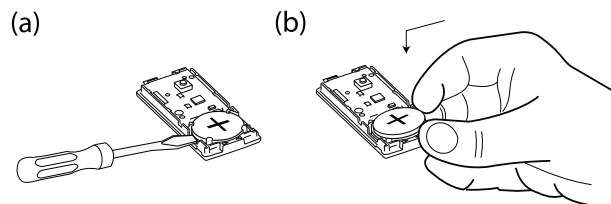

Abbildung 9: Entnehmen und Einlegen der Batterie
2. Einen Schlitzschraubendreher unter die Batterie stecken. Siehe Abbildung 9 (a).